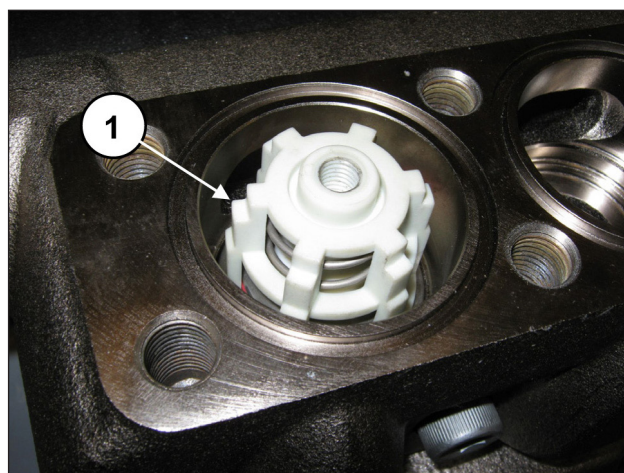

Fig. 157
El grupo de la válvula se ha de introducir a fondo como se indica en la pos. ①, Fig. 157.